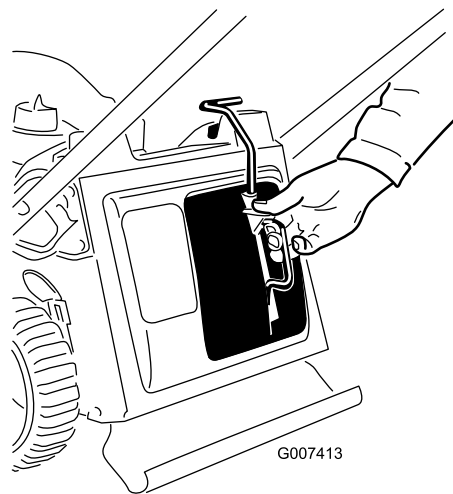

Figure 9
2. Appuyez sur le bouton du levier avec le pouce et insérez complètement l'obturateur de mulching dans l'ouverture (Figure 9).